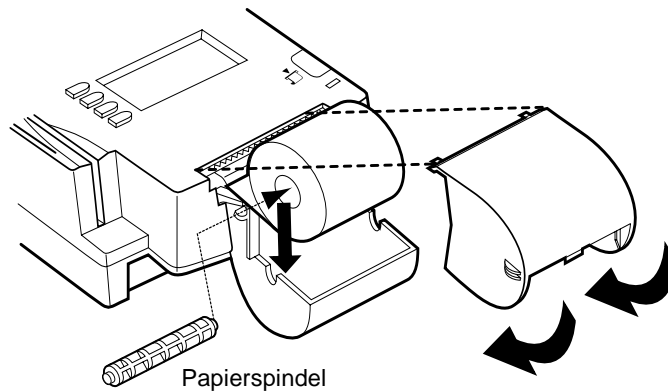

Abbildung 9 Papierrolle, Spindel und Abdeckung
7. Bringen Sie die Abdeckungen wieder an. Setzen Sie dazu die Abdeckung zunächst mit den beiden Führungen an der Vorderseite ein. Drücken Sie dann die Abdeckung leicht nach unten, bis diese einrastet (Abbildung 9). Stellen Sie sicher, dass sich die Papierkante außerhalb der Abdeckung befindet.